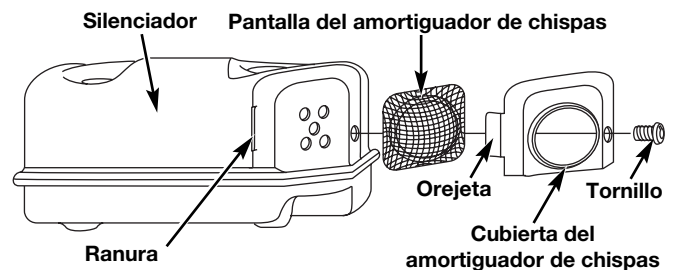

Fig. 37
- Con un destornillador de vástago plano o broca Torx T20, saque el tornillo que conecta la cubierta del amortiguador de chispas al silenciador (Fig. 37).